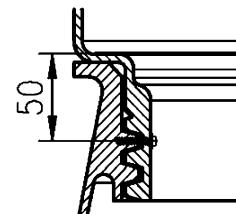

FIG. 12
- Après avoir vissé l'extension, il est recommandé de l'empêcher de se desserrer à l'aide des vis fournies. Pour cela, percer un trou $\varnothing 3$ mm dans la zone de filetage inférieure du filetage de l'extension et du réservoir, puis visser (Voir FIG. 12 ci-après).